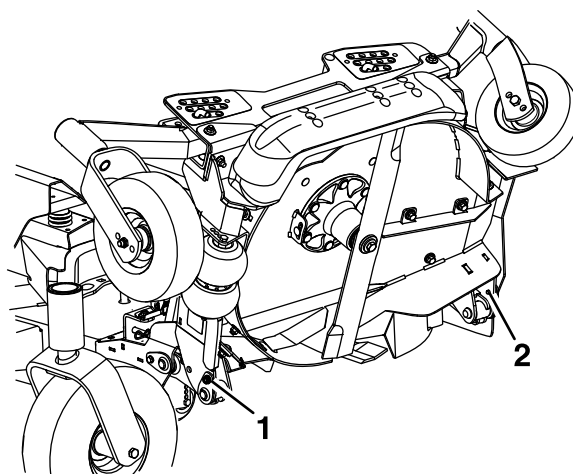
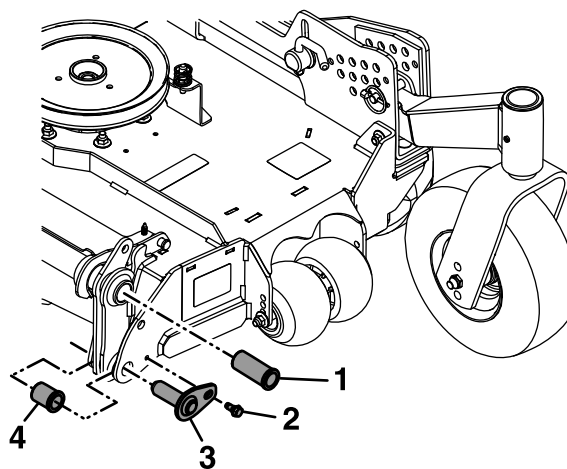

Figure 45
Figure 48
17. Retirez et conservez les boulons des points de pivot inférieurs (voir Figure 45 et Figure 48).